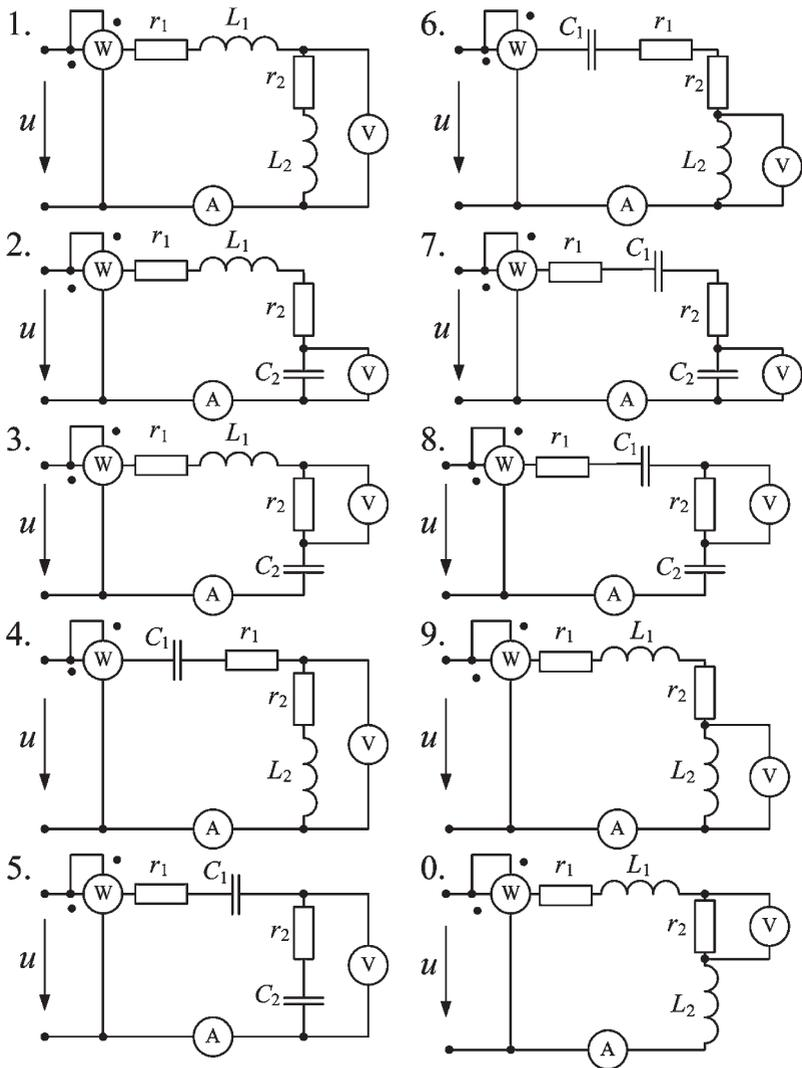

Рис. 3 (выбор схемы по последней цифре учебного шифра студента)
Напряжение на зажимах цепи, вариант которой соответствует последней цифре учебного шифра студента и изображенной на рис. 3, изменяется по закону  $u = U_m \sin \omega t$ . Амплитудное значение напряжения  $U_m$ , значения активных сопротивлений  $r_1$  и  $r_2$ , индуктивностей катушек  $L_1$  и  $L_2$ , емкостей конденсаторов  $C_1$  и  $C_2$  приведены в табл. 3.
1. Определить показания приборов, указанных на схеме рис. 3.
Параметры цепи (рис. 3)	Предпоследняя цифра учебного шифра студента
*Примечание.* Из табл. 3 записываются данные только тех параметров, которые обозначены на выбранной схеме (см. рис. 3).
**Амперметр** и **вольтметр**, включенные в цепь на рис. 3, измеряют действующие значения тока в цепи и напряжения на элементах (или соответствующем участке цепи), их показания определяют по закону Ома. **Ваттметр**, включенный так, как показано на рис. 3, измеряет активную мощность цепи: